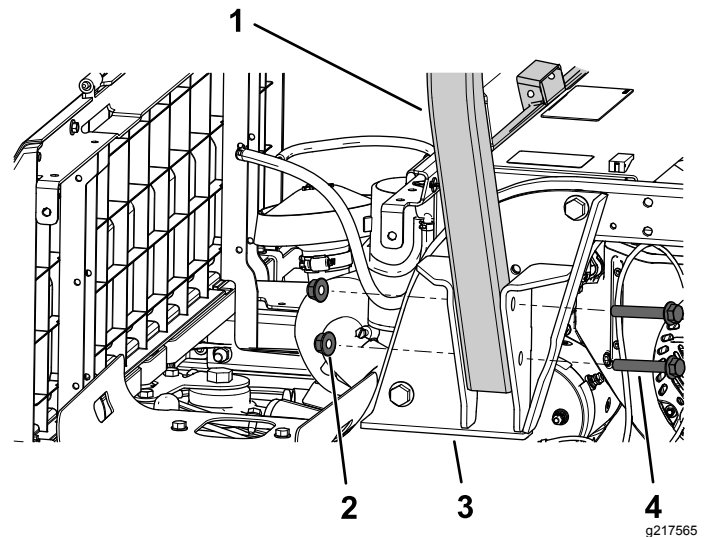

図 19
1. ROPS の片側を、ROPS ブラケットに固定するフランジヘッドボルト $\frac{1}{2}$ x 3 $\frac{1}{2}$ インチ 2 本、ロックナット $\frac{1}{2}$ インチ 2 個を使用して図 19 のように取り付ける。